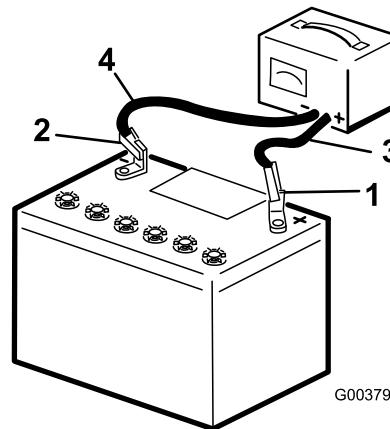

Figura 79
3. Conecte o cabo negativo do carregador ao terminal negativo da bateria (Figura 79).
- Quando a bateria estiver totalmente carregada, desligue o carregador da rede elétrica e desconecte os cabos do carregador dos terminais da bateria (Figura 79).